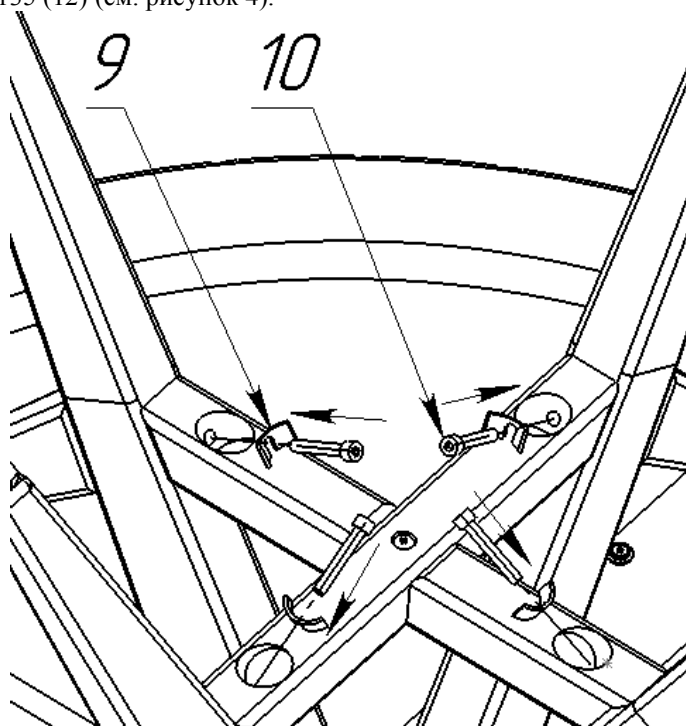

Рисунок 4.
3.4. Установить полученную крестовину между ног (2), совместив отверстия деталей крестовины (3) и (4) с соответствующими резьбовыми отверстиями втулок ног (2), и скрепить винтами М8х50 (10) через сегментные части (9) с помощью ключа шестигранного 6х135 (12) (см. рисунок 4).